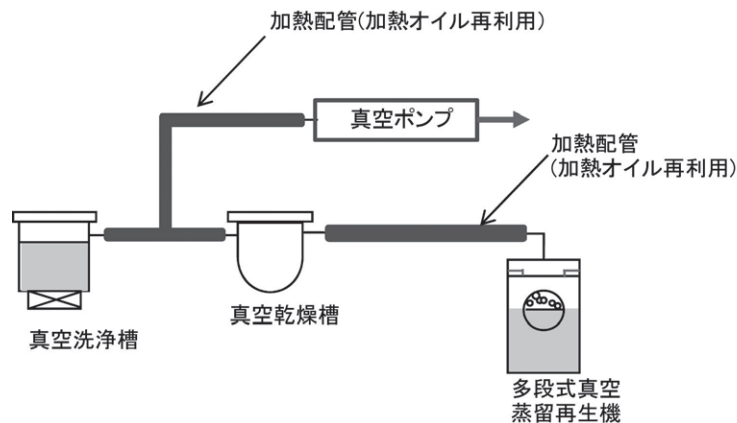

図7 真空ポンプの吸気管加熱システム
(2)真空ポンプは、洗浄剤の液体をそのまま吸込むと、ポンプ内部で膨張して故障の原因となる。これは膨張した洗浄剤がポンプ内部のベアリング内部に侵入しグリースを溶解しそのためベアリングが損傷を受けるためである。この対策として弊社では、真空ポンプの吸込み口の配管すべてを加熱配管とし、吸い込んだ洗浄剤が蒸気のままで真空ポンプ内部を通過させるよう対策済みである。この対策後、真空ポンプの故障は皆無である。なお、この配管加熱には多段式真空蒸留再生機で使用した残りの熱媒体油を再利用しているため、新たな熱源の発生はない (図 7)。さらに、真空ポンプからの排気やミストの全てを排気回収タンクで冷却回収し、装置内でリサイクルしている。この対策で、洗浄剤の補給量削減によるコストダウン、あわせて環境対応を実現している。なお、本対応で排気ファンから装置外へ排出される排気温度は平均 28℃ 以下である。